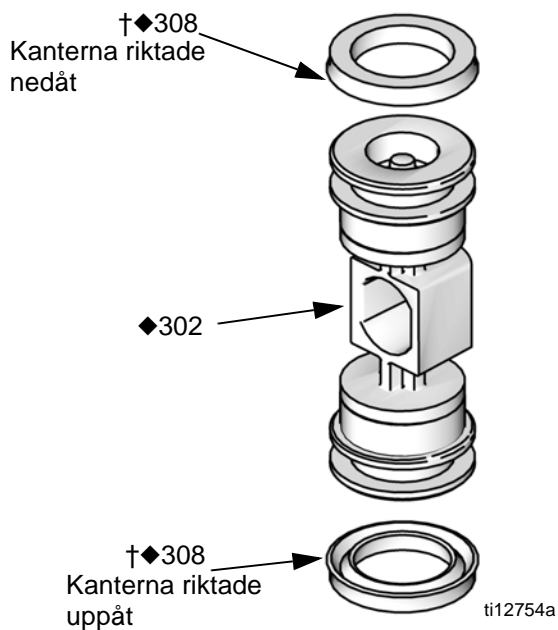

FIG. 10. Installation av u-kopp till luftventil
2. Se FIG. 10. Smörj u-kopparna (308†♦) och installera på kolven (302♦) med läpparna riktade mot mitten av kolven.